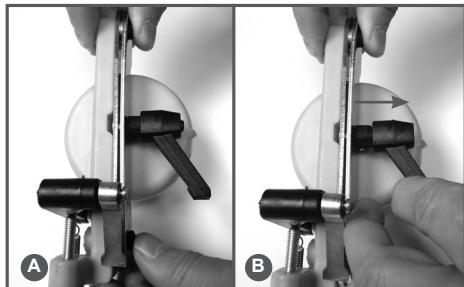

Рис. 13 Положение зажимной ручки
1. Ослабьте зажимную ручку направляющей шины. Если ручка упирается в суппорт, то оттяните ручку вправо (Рис. 13 В) и переустановите. Это нужно, чтобы обеспечить необходимую ширину паза шины для установки ведущих звеньев цепи в шину.